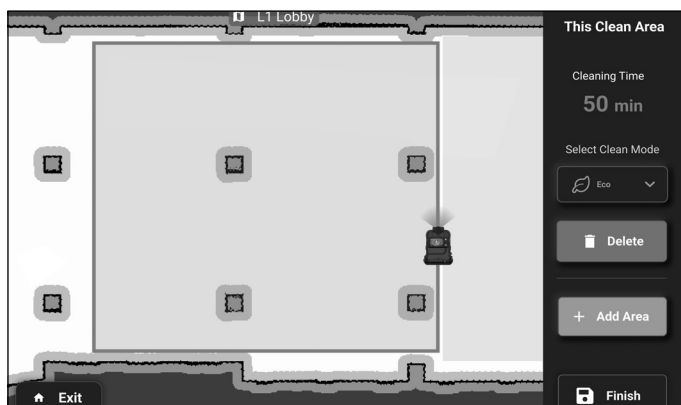

Afbeelding 33
13. Duw de robot naar het gebied waar de reiniging zal plaatsvinden, druk op 'Start' om te beginnen met het maken van het reinigingsgebied (**afb. 33**).